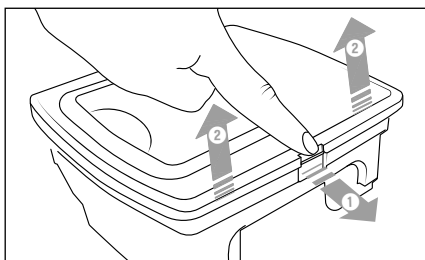

Rys. 5
1) Zdejmij osłonę 13 pojemnika na pył 12 wyciągnij go z urządzenia za ucho (patrz rys. 5 i 6).